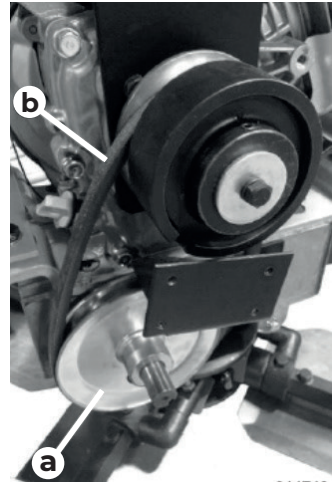

рис. 18. Замена ремня
3. Медленно проверните шкив (Рис. 18, а) и снимите ремень (b).